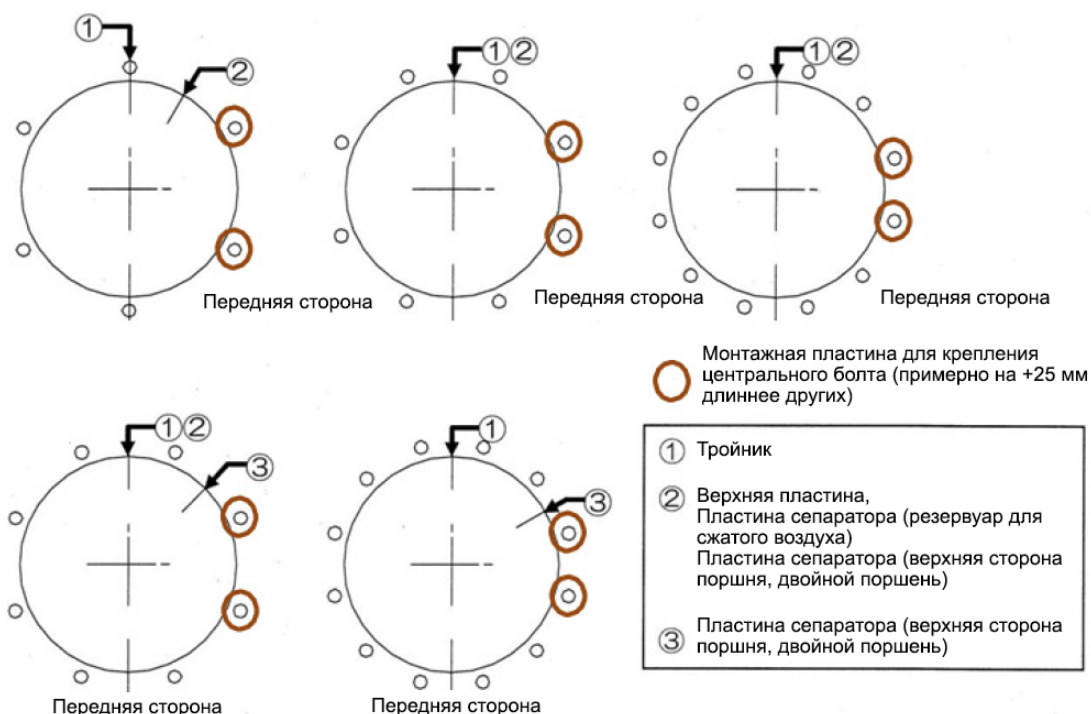

Рисунок 18 – Позиционирование центральных болтов
15. Проверьте правильность подключения линий подачи сжатого воздуха. Вставьте центральные болты в отверстия верхней площадки и тройника. Установите пружинные шайбы, наживите гайки и без усилий затяните их рукой. Установите пружинные шайбы снизу тройника и затяните гайки рукой. Убедитесь, что положение центральных болтов (примерно на 25 мм длиннее остальных) для пластины крепления принадлежностей, если есть, соответствует Рисунок 18.